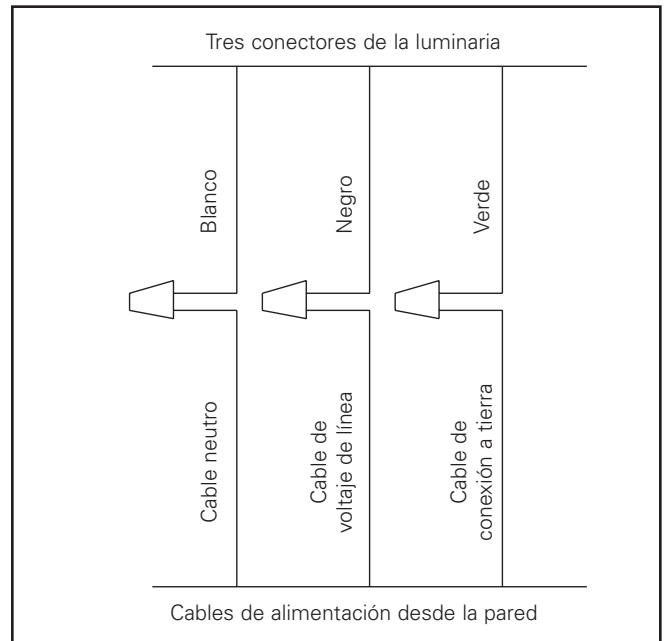

Figura 22.
10. Conecte los cables de alimentación a los terminales de la luminaria. (Figura 22.)